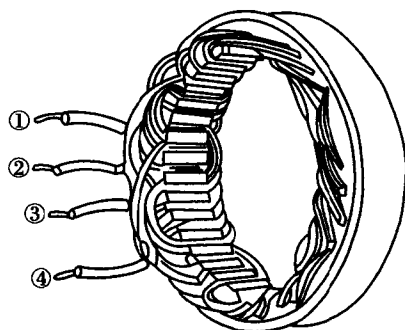

图 1-10 定子检测(2)
如图 1-10 所示,用万用表的测笔分别测量②与①,③与①,②与③的电阻值,应为 0Ω,否则有断路。